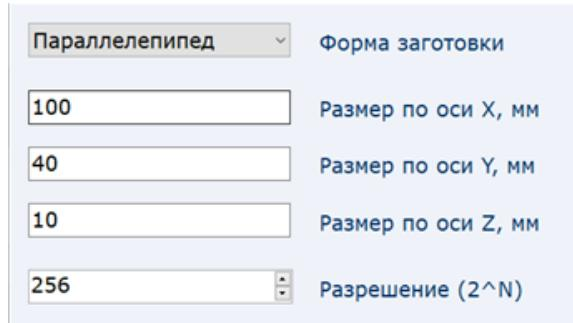

Рисунок 68 – Задание параметров заготовки
3. В открывшемся диалоговом окне задать параметры заготовки (Рисунок 68), используя данные чертежа детали: